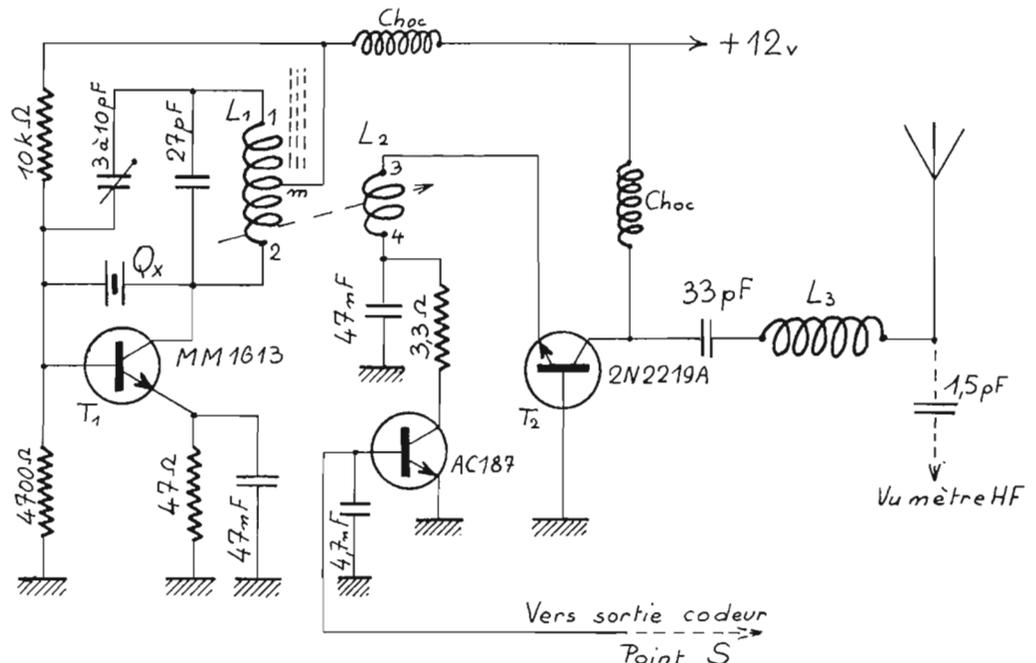

Fig. 18. - Schéma HF 72 MHz.
c) 72 MHz, 500 mW (Fig. 18) (TF6.72).